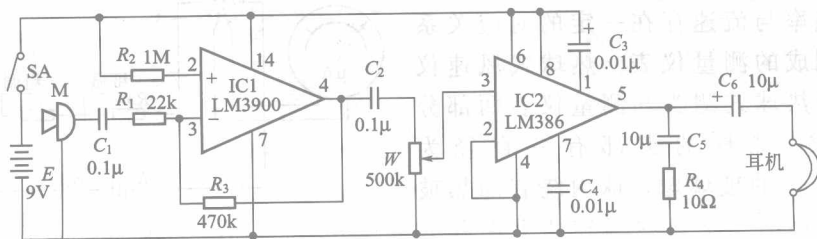

图 1-7 声检测器电路原理
(3) 声检测器 声检测器是一种不用眼睛观察,只凭耳朵听诊的新型电子检漏装置。它利用高倍音频放大电路,通过该检测器探头,检拾泄漏处产生的极微弱气流声,放大并推动耳机,使人耳得以听清“丝丝”的响声,达到正确判定泄漏部位的目的。它既可以检测氟里昂泄漏,又能对充氮后的管路系统进行检漏。其电路原理如图 1-7 所示,听筒 M 将微弱声波信号转换成电信号,并通过 LM3900 完成前级电压放大,再经过 LM386 进行音频功率放大,最后通过耳机发声。声检测器的电源,不用交流 220V 降压整流来获取,而采用一节 9V 叠层电池以彻底杜绝交流噪声。其开关用微型波段开关或钮子开关。整个装置只有烟盒大小,上设一只耳机插座和一只听筒插座。听筒 M (即探头) 采用微型晶体拾音器,也可用压电陶瓷片加导音管自制,它的屏蔽线长度约 1.5m。查漏时,须在安静的环境下,通过移动探头测定部位。由于电路非常灵敏,使用时要小心,防止音频反馈和外界声音干扰,耳机必须夹紧,在调整音量